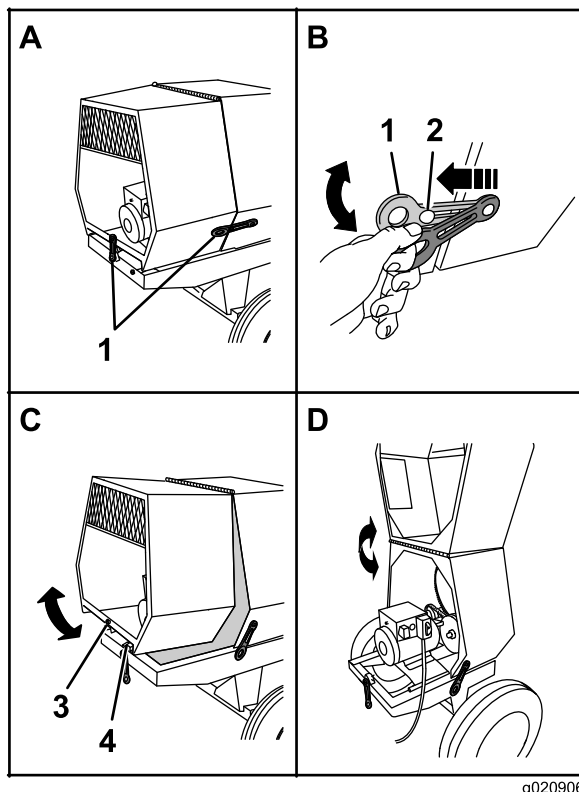

Figura 23
1. En el lado de la máquina, en la unión entre la cubierta delantera y la trasera, agarre el cierre y desengánchelo del anclaje de la cubierta trasera (Figura 23).
3. En la parte trasera de la máquina donde la cubierta trasera se une al bastidor de la máquina, agarre el cierre y desengánchelo del anclaje de la cubierta (Figura 23).
4. Gire la cubierta trasera hacia arriba y hacia adelante hasta que quede colocada sobre la cubierta delantera (Figura 23).
1. Gire la cubierta trasera hacia atrás y hacia abajo hasta que el alojamiento situado en el centro del borde inferior esté alineado con el perfil en V y enrasado con el bastidor de la máquina (Figura 23).
4. Repita el paso 3 en el otro lado de la máquina (Figura 23).